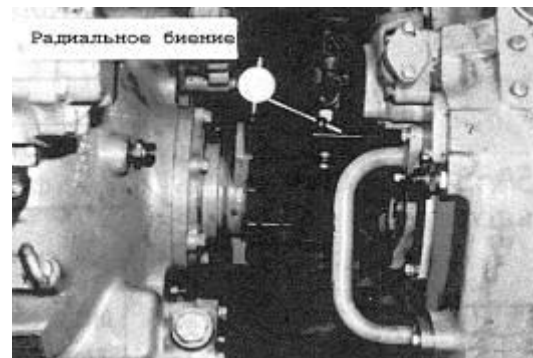

Рис. 2.10
- проверить центровку двигателя по заводской инструкции "KOMATSU". (см. Рис. 2.10 и 2.11)